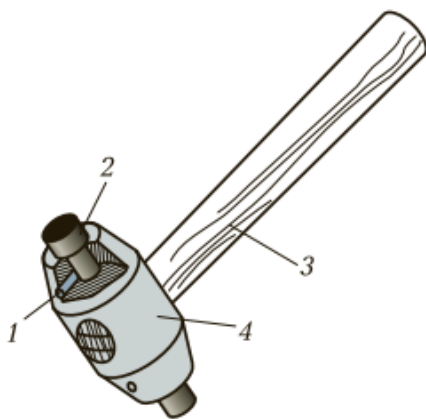

Рис. 3. Молоток с мягкой вставкой:
- *Молотки* с мягкими вставками (рис. 3) используют для правки заготовок с обработанной поверхностью;